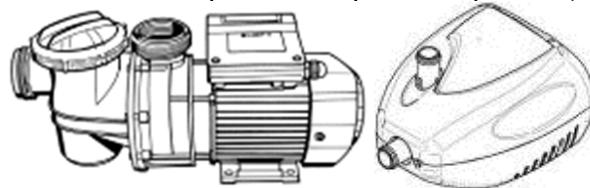

Fig. 1
1. *Bomba*: dispositivo electromecánico usado para transportar líquidos (Fig. 1).